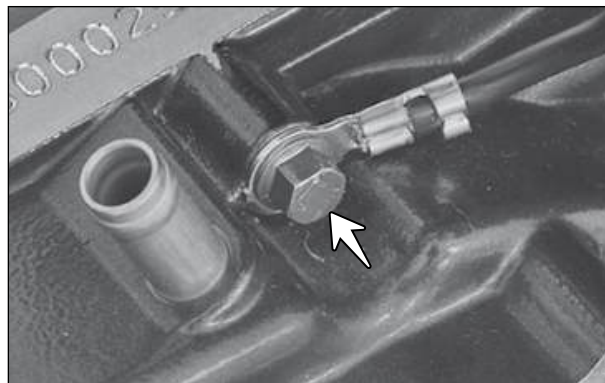

Fig. 3.110
- Remova o parafuso M6x50 (seta) e desconecte a fiação do terra da carcaça do motor do lado esquerdo. (Fig. 3.110)